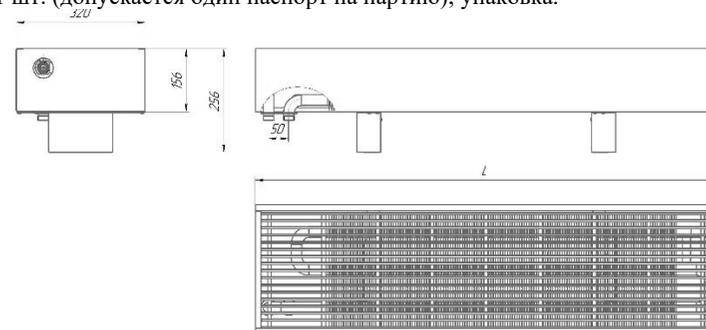

Рис. 1 – Конвектор ТЕPLA Neo Expro 156(В)х320(Г).
- 1.3. Конвекторы выпускаются в концевом или проходном исполнении, с патрубками для подвода теплоносителя, расположенными с правой или левой стороны прибора, концы присоединительных патрубков гладкие (под сварку) или с раструбами с резьбой наружной G 3/4" (НР 3/4) или с резьбой внутренней G 1/2" (ВР 1/2), габаритные и присоединительные размеры указаны в рис. 1.